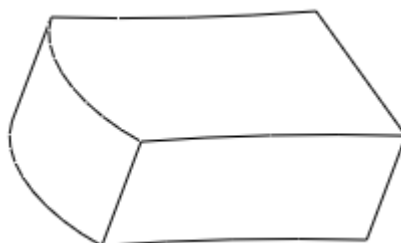

图 42-4
(4) 单击特征操控板中的  按钮，完成拉伸特征建立，如图 42-4 所示。